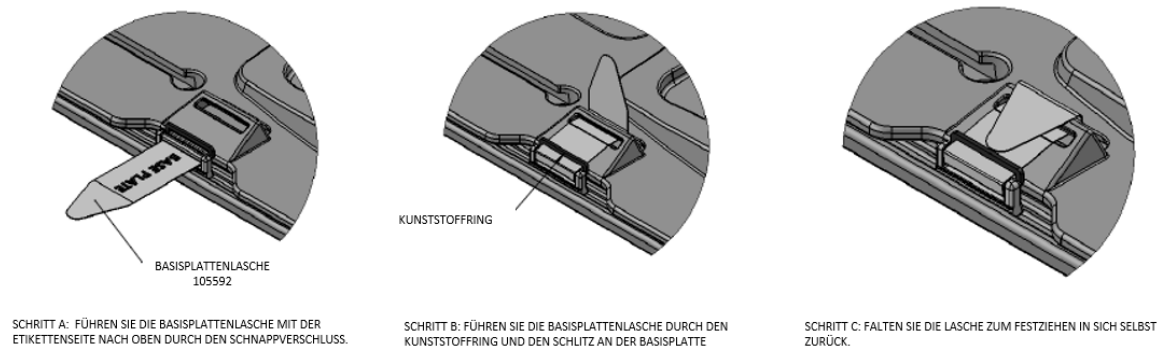

Abbildung 6: Anbringen der Gurte
3. Befestigen Sie die Basisplatte mit den vier Gurten an der MRT-Liege (*Abbildung 6*).